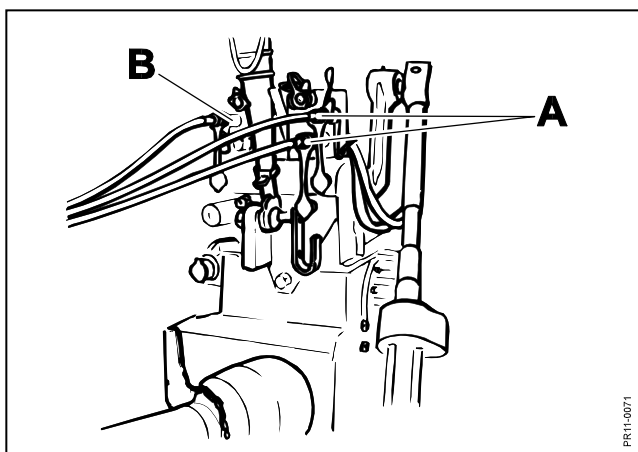

Fig. 2-6
**Fig. 2-6** Les flexibles hydrauliques pour la barre d'attelage sont branchés sur les sorties double effet **A** et le flexible hydraulique pour les vérins de roues est relié à une sortie simple effet **B** sur le tracteur. Voir **SCHEMA HYDRAULIQUE** page 53.